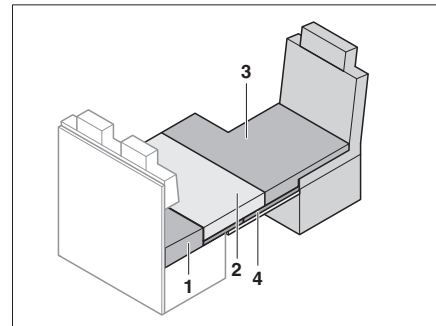

Bild 173 Nach dem Umbau
- Zusatzpolster (Bild 173,3) auf den Fahrersitz legen.
- Sitzpolster (Bild 173,2) auf die Notbettunterlage legen.